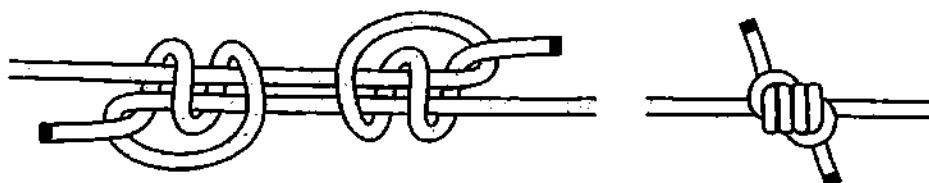

Рис. 789. Двойной рыбакский узел 2-й формы.
**Двойной рыбакский узел** вяжется из двух **кровавых узлов** (**двойных простых узлов**), поэтому он может иметь две формы. У альпинистов 2-я форма **двойного рыбакского узла** не применяется, такой узел обычно вяжут рыбаки, так как тонкую леску тяжело продеть сквозь два шлага — проще в крайнюю петлю (рис. 789).